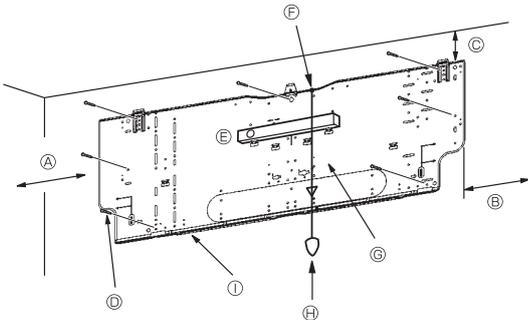
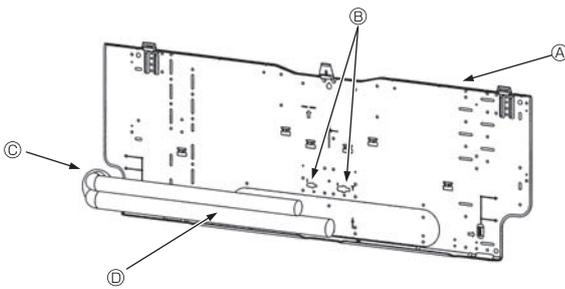

Fig. 3-4
Fig. 3-5
■ PKA-RP60, 71, 100KAL (Fig. 3-4)
- ▲ D 紧固螺钉 (4 × 25) ②
- ▲ I 安装板 ①
3.3. 将管道安装到墙中时 (Fig. 3-5)